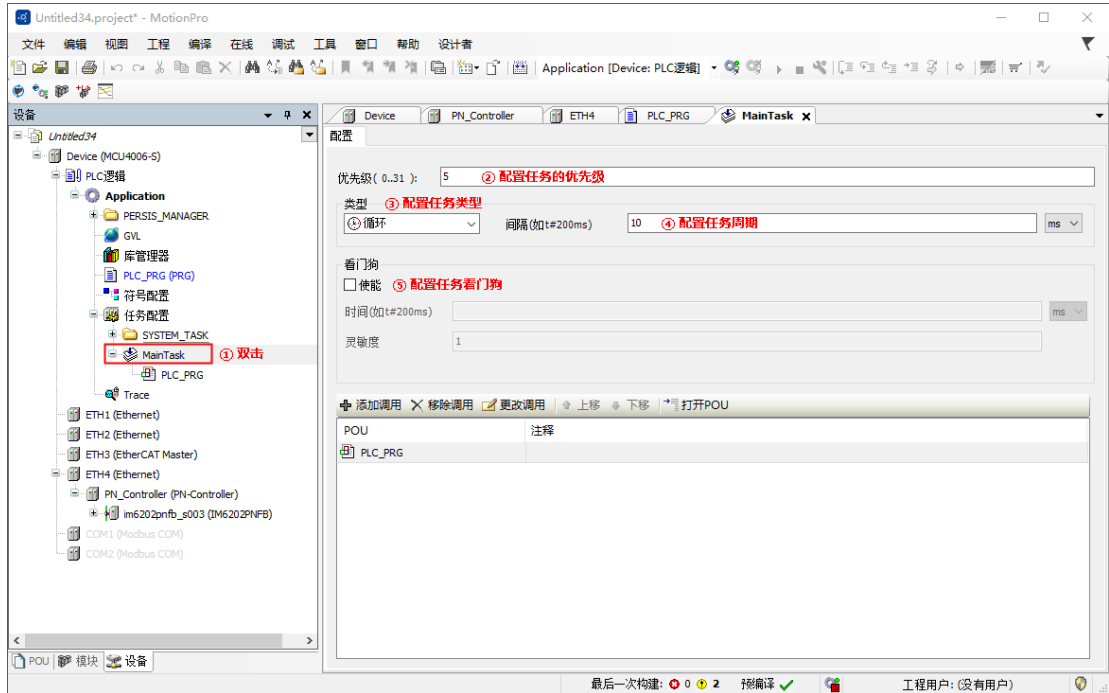

图 5-18 任务配置
如图 5-18 ①，双击任务名，并在右侧的配置界面中进行如下操作：
1. 配置优先级，图中②，1最高，31最低。
2. 配置任务类型，图中③，支持“循环、事件、惯性（即无周期连续运行）、状态”。
3. 配置任务间隔，图中④，设置当任务类型为“循环”模式时的任务周期时间。
4. 配置任务看门狗，图中⑤，使能后如果任务运行时间超出看门狗时间，程序将停止运行。